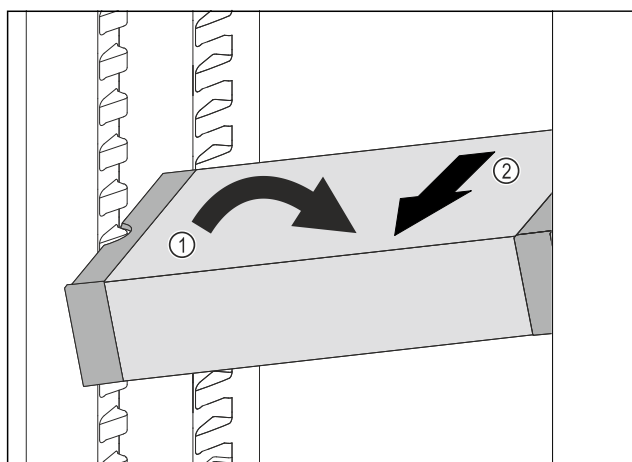

Fig. 105
- VarioSafe ustawić w chłodziarce pod skosem. Fig. 105 (1)
- VarioSafe wyjąć do przodu. Fig. 105 (2)